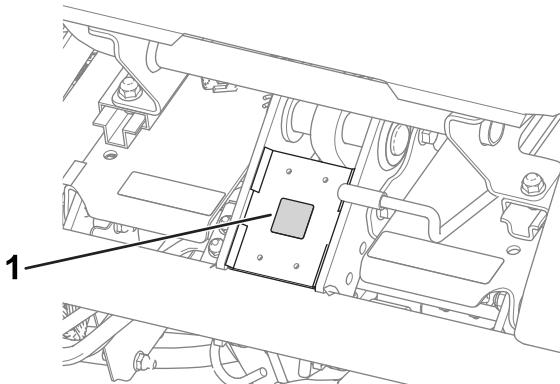

Figura 9
- Applicate l'adesivo di marcatura CE sul telaio sotto la parte anteriore del sedile (Figura 9).